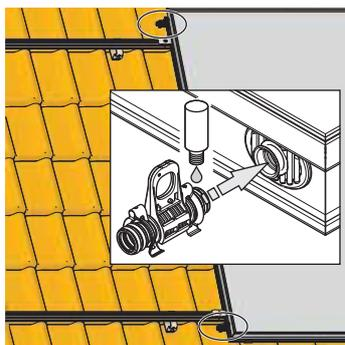

Figura 3-25 Inserir il compensatore
- Lubrificare le guarnizioni circolari dei compensatori con lubrificante (Figura 3-25).